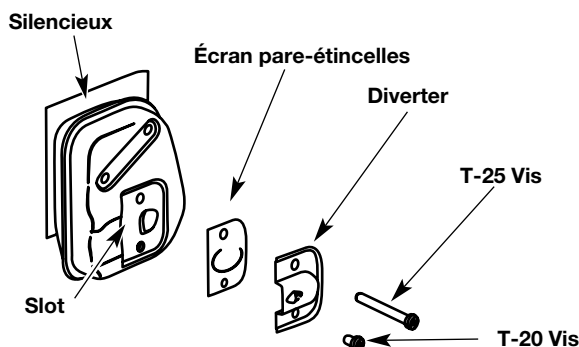

Fig. 57
2. Avec un tournevis plat ou une douille Torx T-20 et T-25, dévissez les vis attachant la couverture du pare-étincelles au pot d'échappement. (Fig. 57).